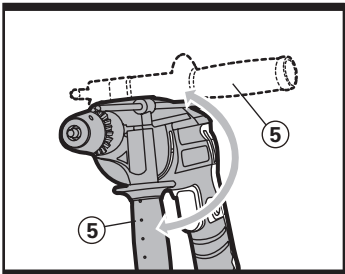

Fig 4
Para colocar el mango (5), deslice el mango dentro del taladro y rótelo a la posición deseada. Para aflojarlo, rótelo en sentido horario. Para ajustarlo, rótelo en sentido contra horario. Siempre use el mango auxiliar al usar la herramienta (Ver Fig 4).